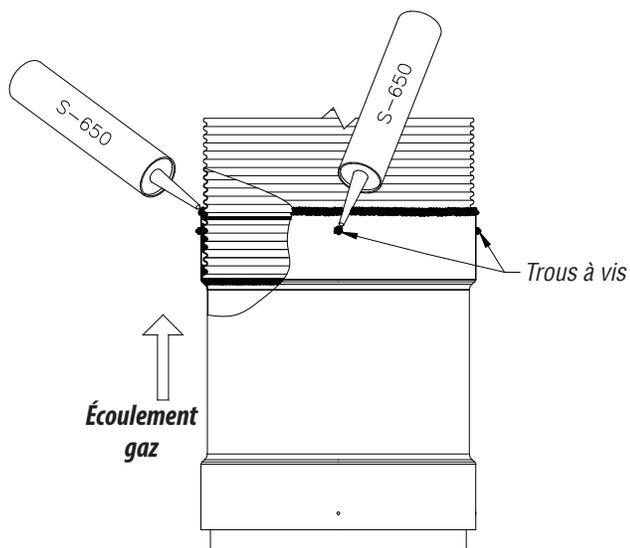

Figure 19 - Application du scellant S-650
2.3. Ajouter un cordon de silicone S-650 (rouge) tout autour de la jonction extérieure entre l'adaptateur et la longueur flexible, puis vis-à-vis chacun des trous de passage à vis (Figure 19).